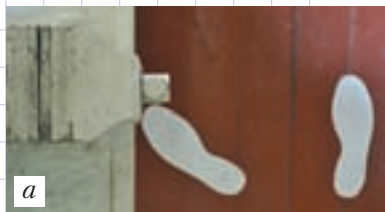

Рис. 6.5. Положення
3. При розрізуванні металу корпус розвертають вправо під кутом 45° відносно осі лещат (рис. 6.5, б), ноги ставлять, як показано на рис. 6.5, а.